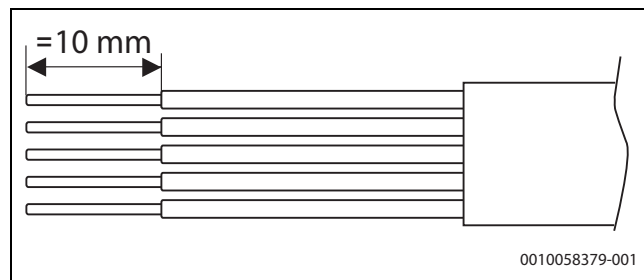

Fig. 37 Dénudage des fils pour le raccordement secteur
- ▶ Faire passer le câble de raccordement CAN-BUS dans les presse-étoupes sur la gauche (1).
- ▶ Faire passer le câble de raccordement de l'alimentation électrique dans les presse-étoupes sur la droite (2).
- ▶ Dénuder les câbles comme illustré à la → Figure 37.